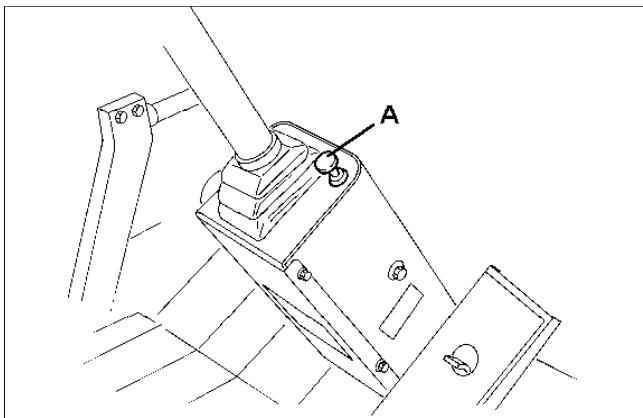

Fig.17
1. Betätigungsnapf (A Bild 17) für Fahrpedalanschlag ziehen und so den vollen Pedalweg freigeben.
1. Betätigungsnapf (A Bild 17) für Fahrpedalanschlag hineindrücken und so den Pedalweg begrenzen.
1. Tirare il comando di arresto del pedale della trazione (A Fig. 17) perché quest'ultimo disponga del completo movimento per la marcia avanti.
1. Premere il comando di arresto del pedale della trazione (A Fig. 17) per limitare il movimento del pedale.